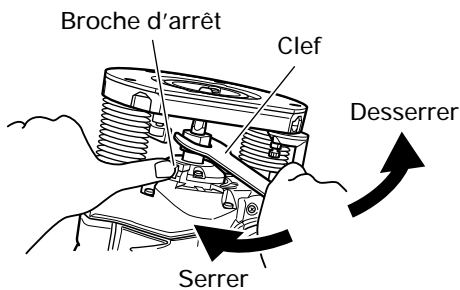

Fig. 2
- (1) Nettoyer et insérer la queue de la mèche dans le mandrin de serrage jusqu'à ce que la queue touche le fond, puis la ramener en arrière d'environ 1/16" de pouce (2 mm).
- (2) Une fois que la mèche est insérée et que la goupille de verrouillage pressée tient l'arbre d'armature, utiliser la clé de 23 mm pour serrer fermement le mandrin de serrage dans le sens des aiguilles d'une montre (vu de dessous la détoureuse). (Fig. 2)